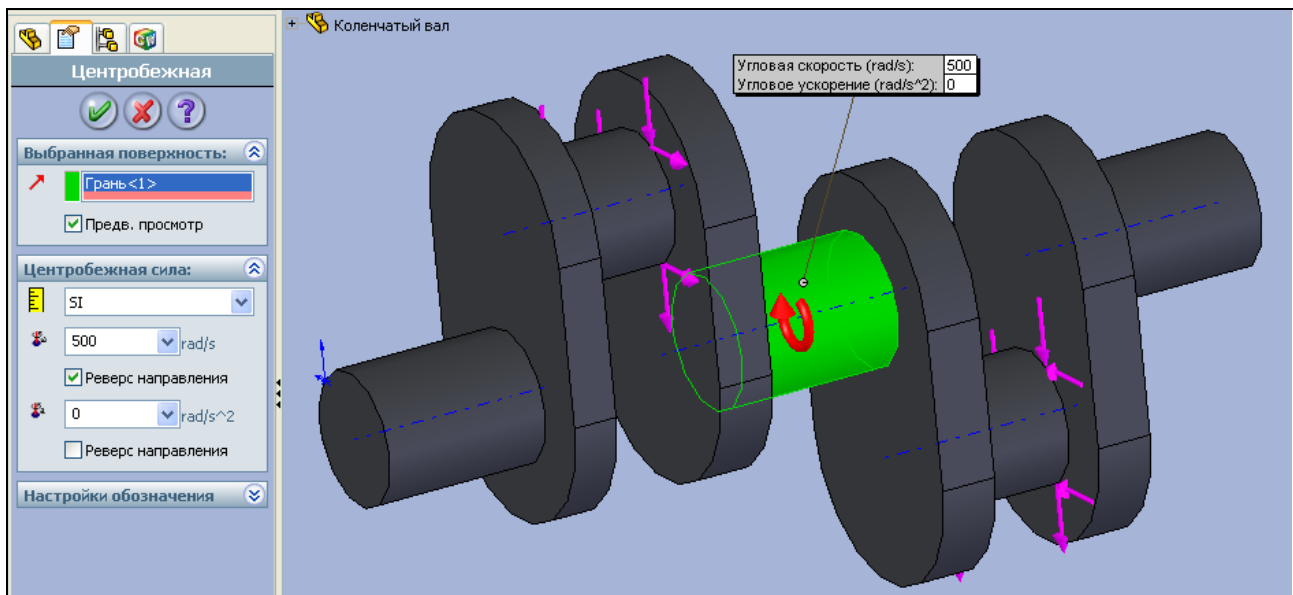

Рис. 7.4. Задание центробежных сил с помощью угловой скорости
5. Далее зададим максимальную инерционную силу, действующую на элементы коленчатого вала. Поскольку коленчатый вал совершает вращательное движение, то инерционные нагрузки можно задать с помощью наложения центробежных сил. Для этого нажмите на кнопку — **Центробежная сила** в панели инструментов **COSMOSWorks – Нагрузки** или пройдите путь в главном меню **COSMOSWorks | Нагрузки/Ограничение | Центробежная сила**. Откроется диалоговое окно **Центробежная**, показанное на рис. 7.4. Затем щелкните на цилиндрическую поверхность любой коренной шейки коленчатого вала.
Далее в окне  – **Угловая скорость** задайте величину угловой скорости коленчатого вала, например, 500 рад/с (см. рис. 7.4). Красная стрелка показывает направление вращения. Для смены направления вращения поставьте флажок у параметра **Реверс направления**. Если коленчатый вал имеет угловое ускорение, то задайте величину этого ускорения в окне  – **Угловое ускорение**. После задания всех параметров нажмите кнопку  **ОК**.